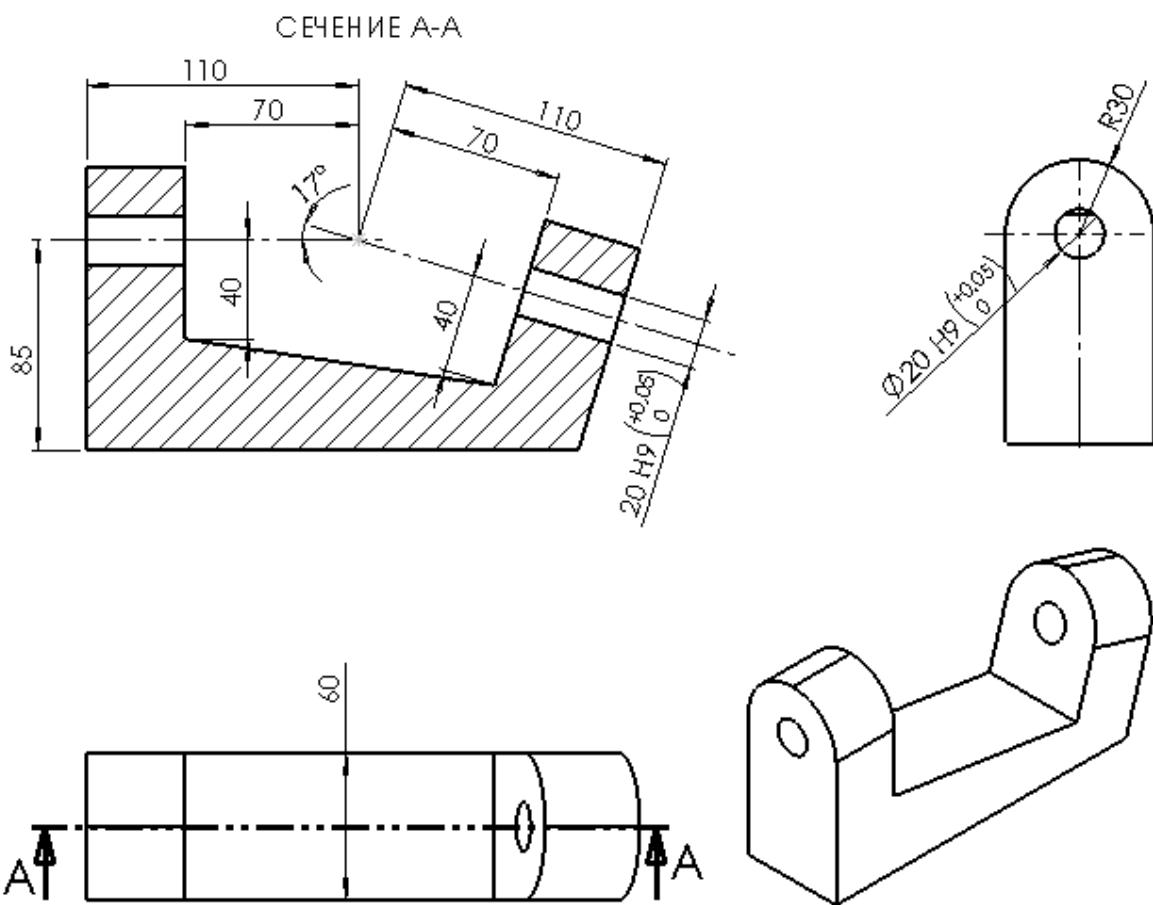

Рис. 6. Фрагмент чертежа детали «Основание»
6. Построить 3D модель детали «Основание» в соответствии с рис. 6, сохранить под этим именем в папке «Итоговое занятие».